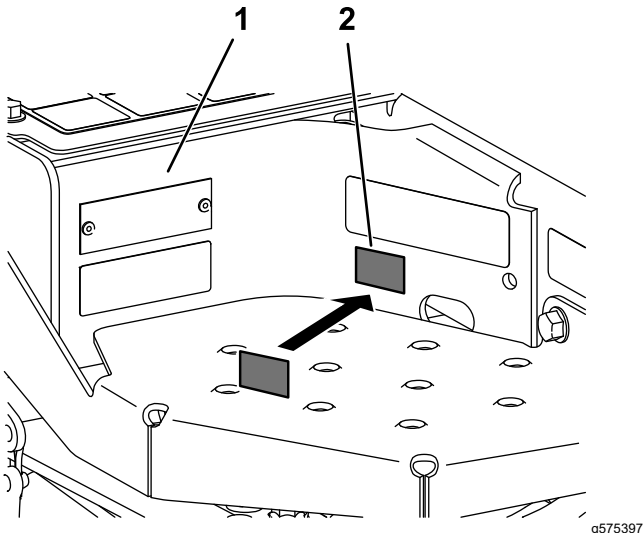

Bild 5
1. Reinigen Sie den Bereich neben dem Typenschild mit Reinigungsalkohol und einem sauberen Tuch und lassen Sie den Bereich trocknen (Bild 5).
2. Entfernen Sie die Trägerfolie vom Baujahr-Aufkleber und bringen Sie den Aufkleber an (Bild 5).